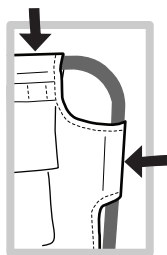

Abbildung 5
- b. Die Hülsen werden über die gerade Strebe gezogen (Abbildung 5).